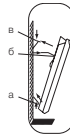

Рис. 6
- закрепить прибор на кронштейне необходимо следующим образом (рис. 6):
- наденьте на кронштейн нижнюю часть конвектора при помощи специальных отверстий, расположенных в нижней части конвектора (рис. 6, а);
- наденьте верхнюю часть конвектора на кронштейн, зафиксировав его при помощи защелок на кронштейне (рис. 6, в);